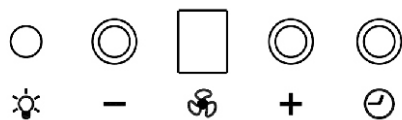

рис. 13
7.2.2 Электронный переключатель с цифровым индикатором скорости (рис. 13) имеет четыре кнопки управления без фиксации и цифровой индикатор, который показывает скорость вентилятора.